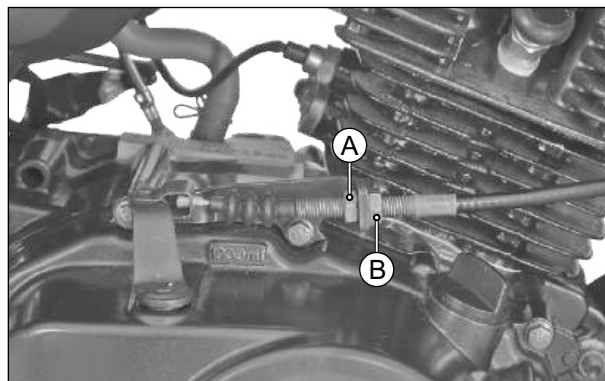

Fig. 6.92
- Solte totalmente a contraporca do cabo da embreagem (A) e solte a porca de ajuste (B). (Fig. 6.92)